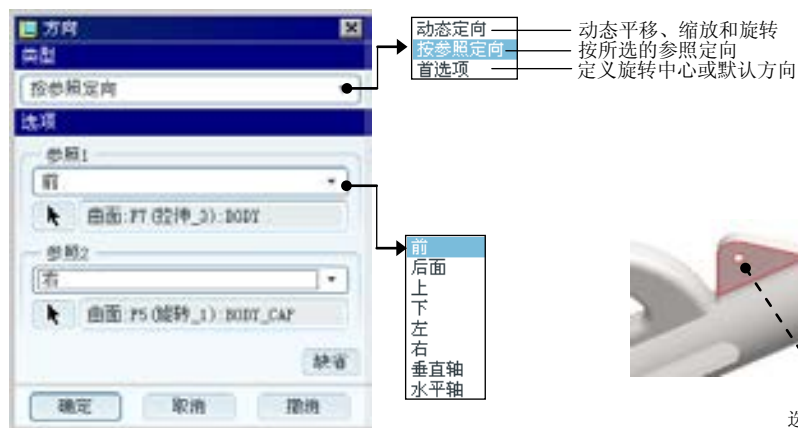

图 9.1.2 “方向”对话框
Step3. 选择 **编辑** **→** **定向** 命令, 系统弹出“方向”对话框; 在 **类型** 下拉列表中选择 **按屏幕定向**, 如图 9.1.2 所示。